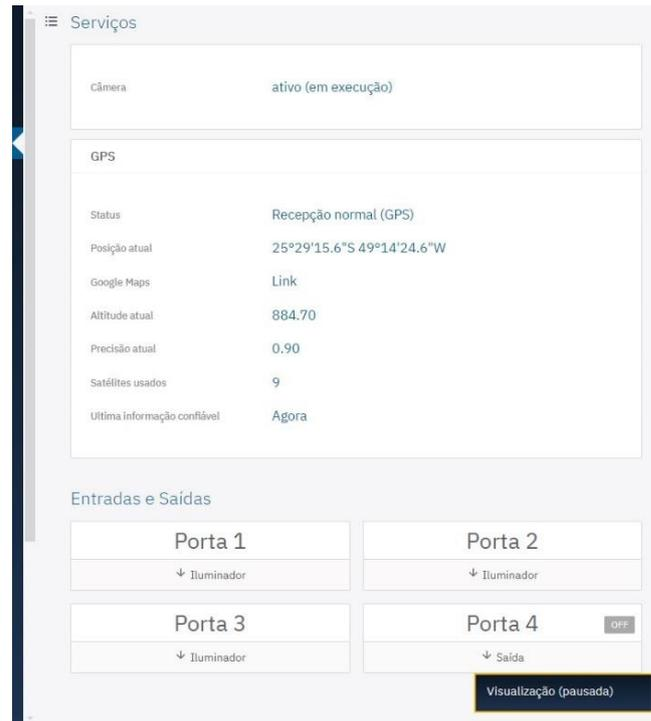

Figura 7 - Dados disponíveis sobre o Estado Atual dos Serviços de Câmera e GPS* e das conexões nas portas
* Quando o dispositivo consegue estabelecer comunicação com uma rede GPS, as principais informações da Geolocalização são apresentadas como na Figura 7 acima.